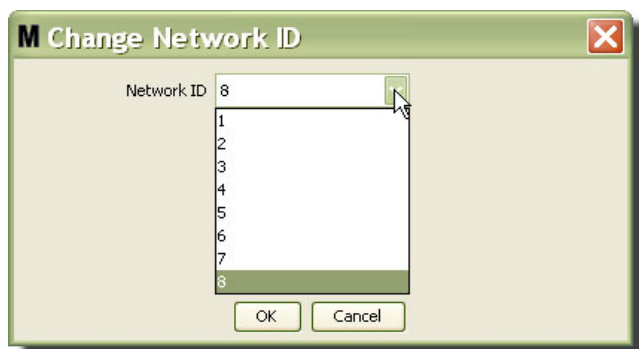

FIG. 60
3. Dal menu a discesa dei numero ID rete disponibili, selezionare il numero ID rete assegnato alla propria posizione (FIG. 60). Fare clic su OK per chiudere la schermata e salvare le modifiche.